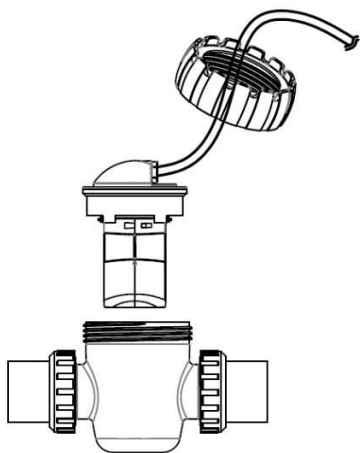

Рисунок 3
2. Электролитическая ячейка предназначена для установки в ПВХ водопроводно-канализационной сети бассейна. Отверстие держателя ячейки должно быть расположено прямо, чтобы дать возможность технического обслуживания титановых пластин. Чтобы установить ячейку, отрежьте, по крайней мере, 187 мм трубки. Закрепите держатель ячейки на трубе, вставьте электроды в ячейку. Пропустите провод, идущий к электродам, через гайку (Рисунок 3).